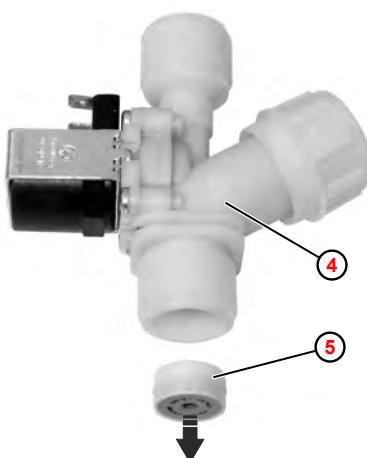

Fig. 63 : Dépose du régulateur de débit
④ Électrovalve
⑤ Régulateur de débit
4. ➤ Au besoin, déposer le régulateur de débit ⑤ de l'électrovalve ④ avec un outil adéquat (p. ex. pointeau). Le régulateur de débit sera alors détruit.
- 5.** Mettre en place le **nouveau** régulateur de débit, en veillant sans faute à le placer dans la bonne position (Fig. 63).